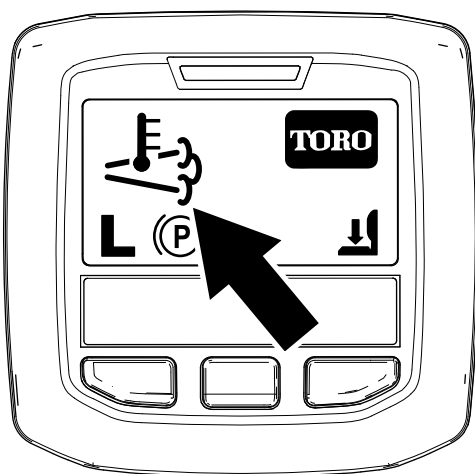

Figura 47
- O ícone da temperatura de escape elevada surge no InfoCenter (Figura 47).